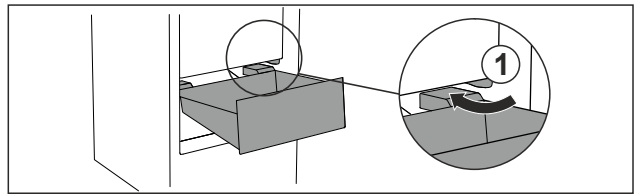

Fig. 87
- ▶ Обвести висувний ящик навскіс навколо стопора Fig. 87 (1).